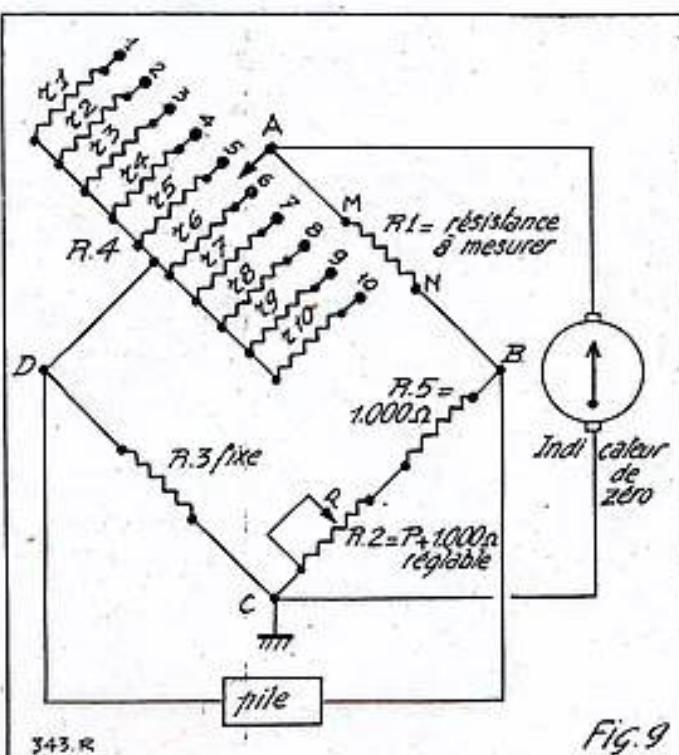

Fig. 9
4) Mesure des résistances. — Cette mesure est basée sur la recherche de la valeur de R_1 permettant d'obtenir l'équilibre. Le pont de mesure est connu sous le nom de Pont de Wheatstone et se présente suivant la disposition de la fig. 9. La résistance inconnue à mesurer est disposée aux bornes M N et on la désigne par R_x . La branche suivante du pont R_4 est constituée par un potentiomètre monté en résistance variable,